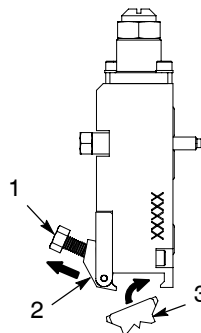

Fig. 6 Dépose/Installation d'une buse (la figure représente une buse Meltblown)
1. Voir la figure 6. Desserrer la vis de la pince maintenant la buse.